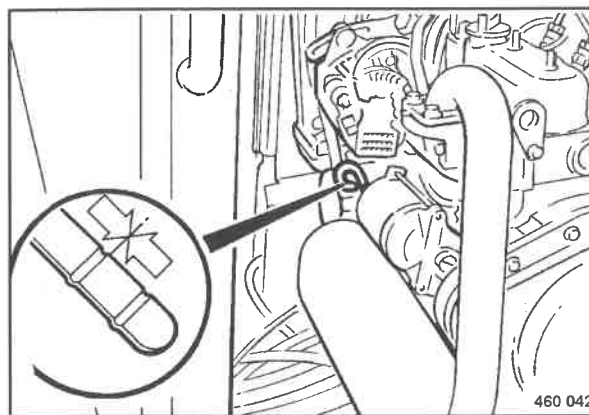

Fig. 106
- Dopo una breve prova di funzionamento, controllare di nuovo la tenuta e il livello dell'olio (Fig. 106), se necessario, rabboccare olio fino al segno superiore ("MAX").